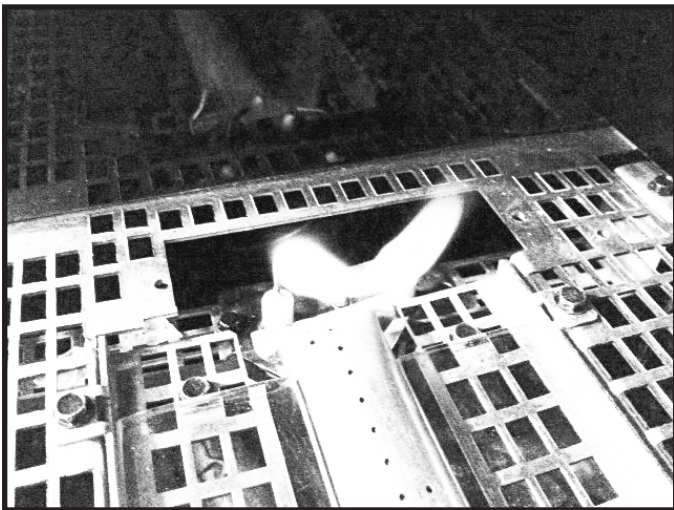

Figure 4.7 Modèle de flamme de la veilleuse IPI
- Inspectez la qualité de la flamme de la veilleuse. Voir la figure 4.7 pour un modèle de flamme de la veilleuse. Nettoyez ou remplacez l'orifice si nécessaire.